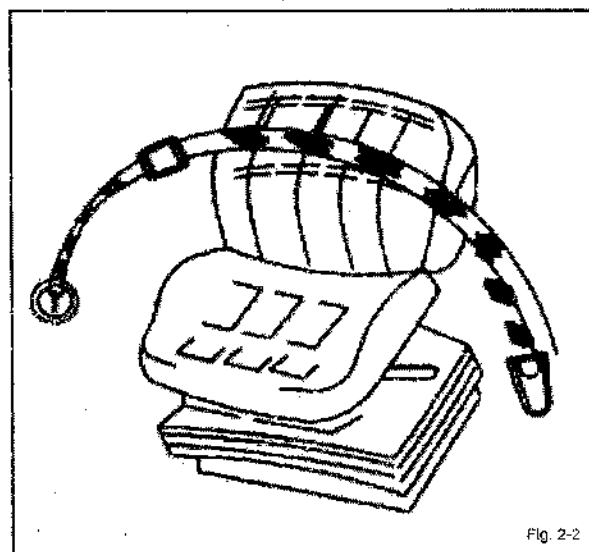

Fig. 2-2
- Se houver cinto de segurança instalado, sempre use o cinto com a tensão certa, exceto quando operando com a estrutura de segurança recolhida ou se esta tiver sido retirada. (Fig. 2-2)
- Inspeccionar o cinto de segurança quanto aos danos. Cintos danificados devem ser substituídos. (Fig. 2-2)
Deve sempre ser montado na posição de proteção (Fig.2-2). O uso de cinto de segurança é recomendado mesmo em mercados em que a legislação não o exija e quando a ROPS estiver montada.